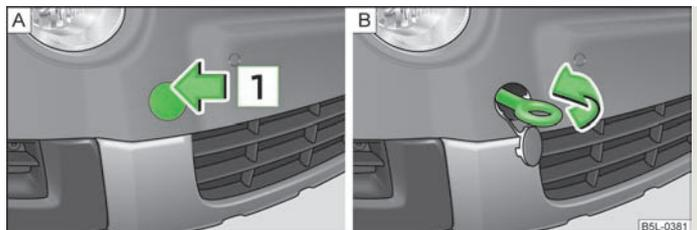

Fig. 165 Pare-chocs avant : Démontage du capuchon/montage de l'oeillet de remorquage
- > Appuyez sur la moitié supérieure du cache dans le sens de la flèche  » fig. 165 - .
- > Vissez l'oeillet de remorquage vers la gauche jusqu'à ce qu'en butée » fig. 165 -  et serrez celui-ci aussi fermement que possible. Pour le serrage, nous recommandons d'utiliser par ex. la clé démonte-roue, l'oeillet de remorquage d'un autre véhicule ou un objet analogue pouvant passer au travers de l'oeillet.